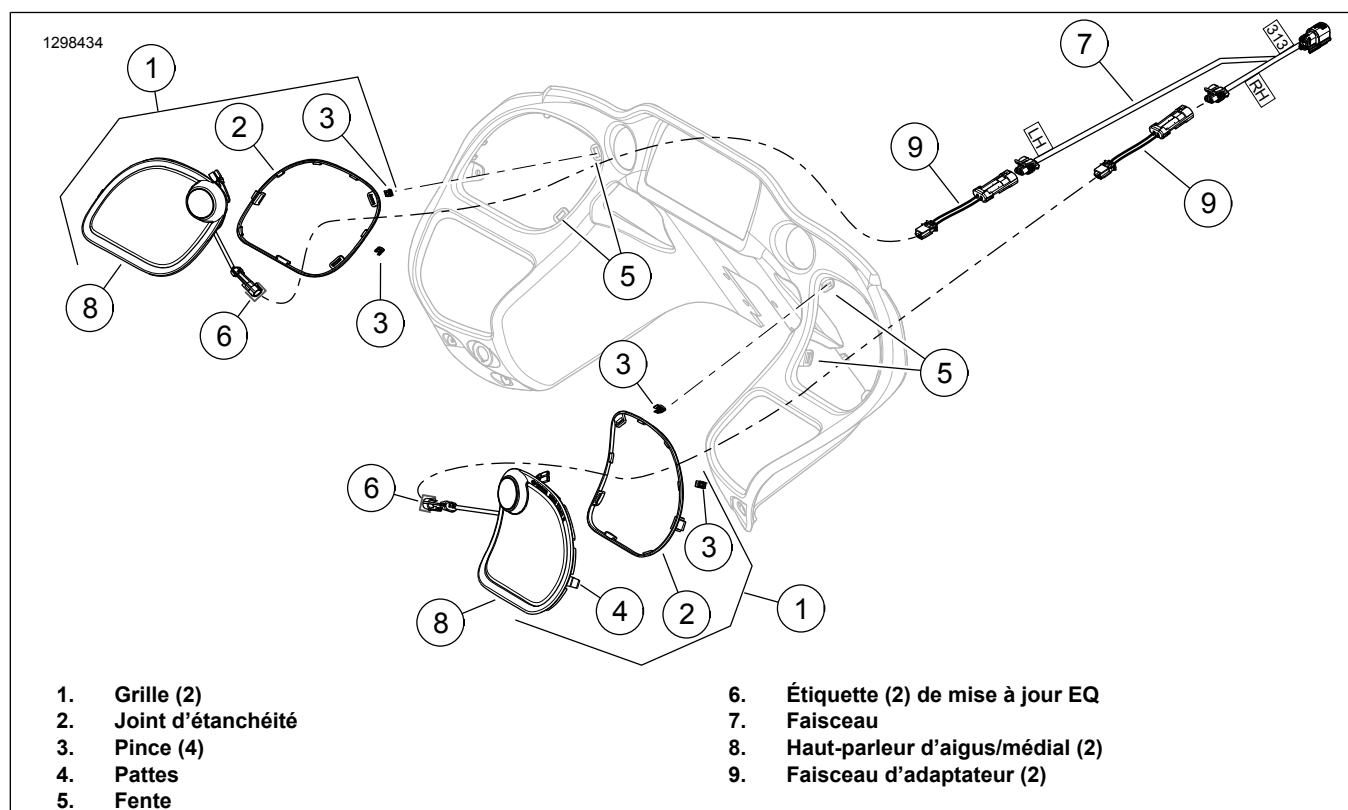
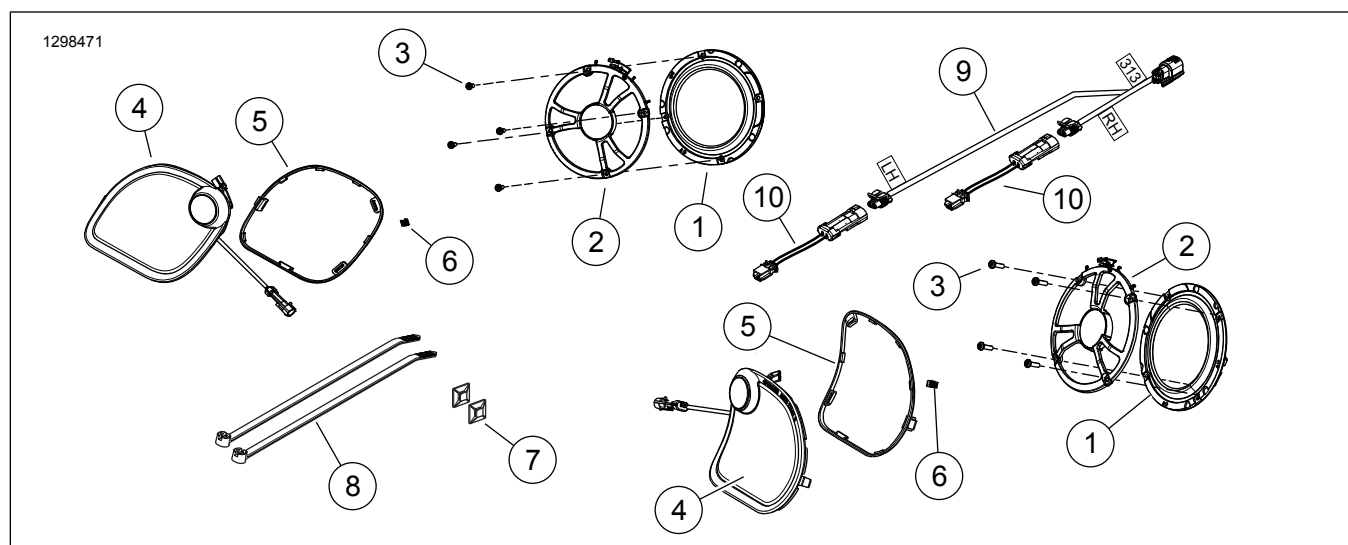

Figure 2. Haut-parleur d'aigus/médial et grille
Figure 4. Pièces de rechange, kit de haut-parleurs de carénage inférieur Boom! Audio Stage II (FLTR)
Consultez Figure 4 et Tableau 1 .
5. Consultez Figure 2 . Installer la grille (1) :
- b. Vérifier que le joint en caoutchouc (2) est en place sur le périmètre de la grille. Vérifier que les deux pinces (3) sont en place dans les pattes (4) de la grille. Remplacer les composants s'ils sont endommagés ou manquants.
- d. Enclencher la patte (4) dans le côté externe de l'ouverture d'enceinte.
- e. Enclencher les pinces de retenue de la grille dans les fentes (5).
7. Consultez Figure 2 . **TOUS les modèles** : placer le faisceau (7) dans le carénage interne.
Le faisceau d'adaptateur (9) Figure 2 ou le faisceau d'adaptateur (10) Figure 4 sont requis pour la génération de haut-parleurs mentionnée dans ce kit, mais ne sont pas nécessairement requis pour tous les modèles. Il est possible que certaines combinaisons de haut-parleurs et de faisceaux présentent des variations au niveau des connexions de faisceau. Utiliser l'adaptateur (69200925) pour régler les problèmes de connexion.
9. Consultez Figure 4 . Ajouter le faisceau d'adaptateur (10) du kit.
10. Consultez Figure 2 . Accoupler le faisceau d'adaptateur au faisceau (7).